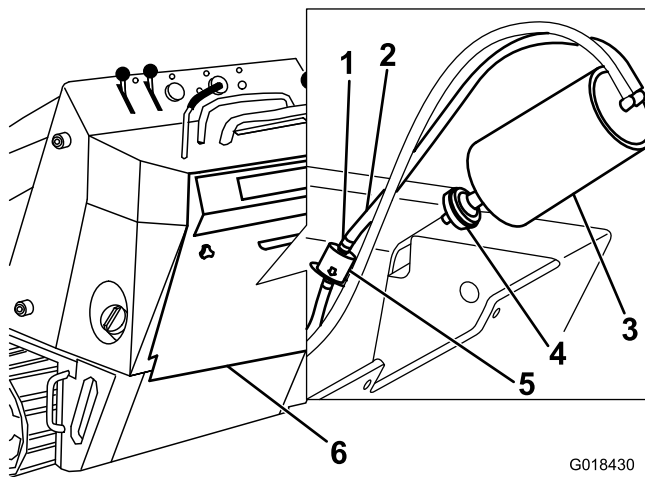

Рисунок 31
3. Снимите и удалите в отходы воздушный фильтр (Рисунок 31).
- Установите новый фильтр в угольный элемент (Рисунок 31).
- Переместите шланговые хомуты пружинного типа с обеих сторон фильтра линии продувки с угольным элементом в стороны от фильтра (Рисунок 31).
- Снимите и удалите в отходы фильтр линии продувки (Рисунок 31).
- Установите новый фильтр в шланг так, чтобы стрелка на фильтре была направлена в противоположную от угольного элемента сторону, и зафиксируйте его шланговыми хомутами (Рисунок 31).